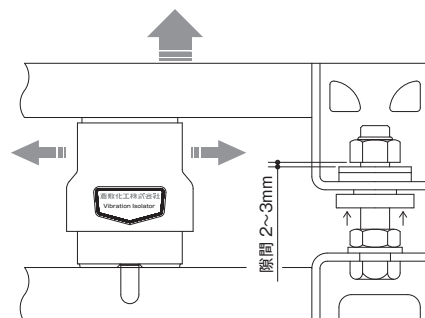

図5
- 防振台四隅の高さの差が大きい様であれば、次の手順で高さを調整してください。(図5参照)
①緩み止めナットを十分に緩めて機器及び架台の水平を確認してください。